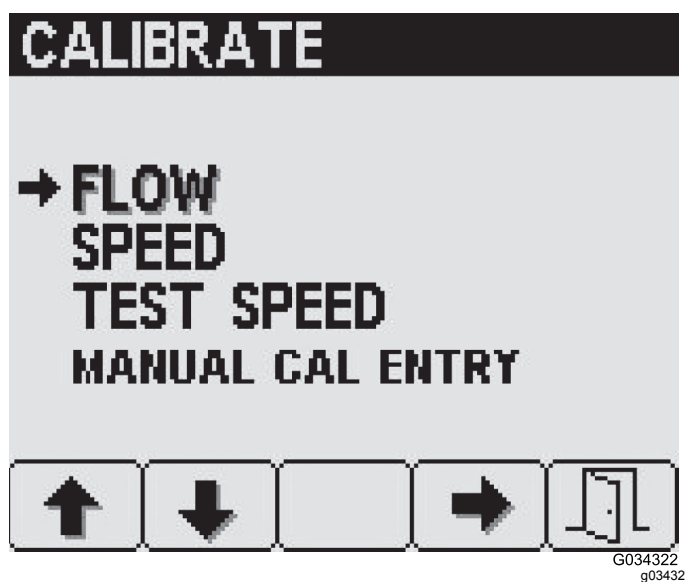

Figura 31
2. Para acceder a la pantalla Flow (Flujo), pulse el botón 4 en la pantalla Calibrate (Calibrar) (Figura 31) para seleccionar Flow (Flujo).
2. Para acceder a la pantalla Speed (Velocidad), pulse el botón 2 en la pantalla Calibrate (Calibrar) hasta que llegue a Speed (Velocidad) y, a continuación, pulse el botón 4 (Figura 31) para seleccionar Speed.